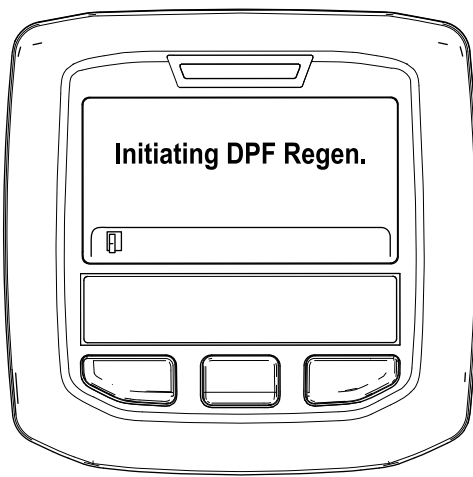

図 54
- A. Initiating DPF Regen DPF 再生開始中というメッセージが表示される 図 54。